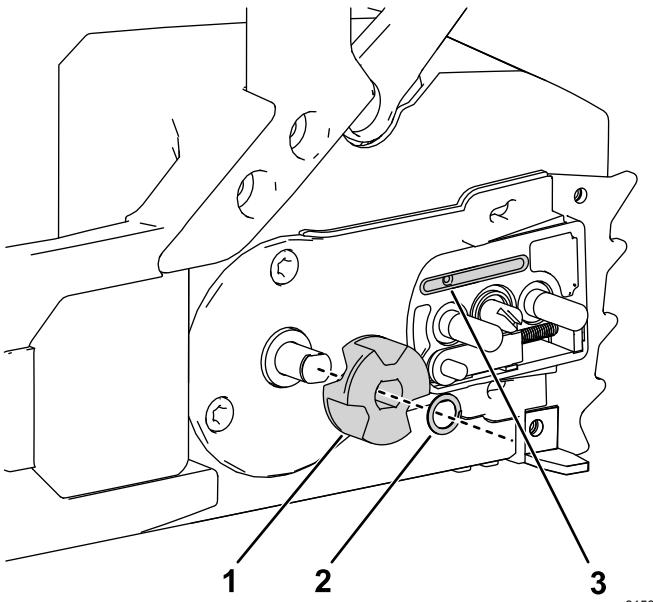

Figura 29
5. Rimuovete la graffa e la ruota motrice dalla motosega (Figura 29).
9. Controllate l'eventuale presenza di sporco nello sbocco dell'olio (Figura 29) e, se necessario, pulite l'area interessata.